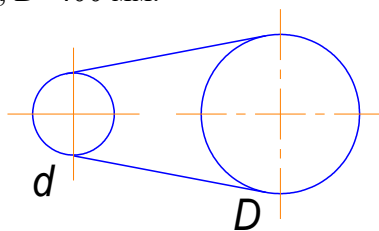

Рис. 5
5. Определить коэффициент скольжения в ременной передаче (рис. 5). Дано:  $n_1=1600$  об/мин,  $n_2=380$  об/мин,  $d=100$  мм,  $D=400$  мм.